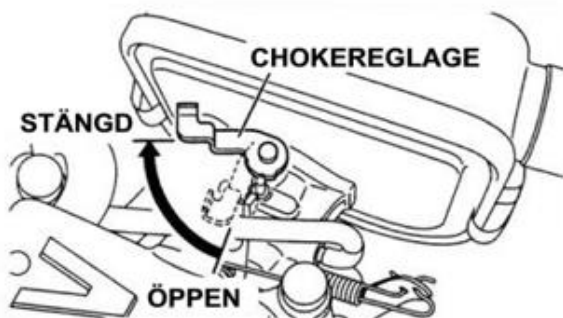

Fig. 2.4
3. Stäng chokespjället (Fig. 2.4). Om motorn är varm eller vid hög yttertemperatur, ställ chokeregglaget på halvt eller helt öppet.